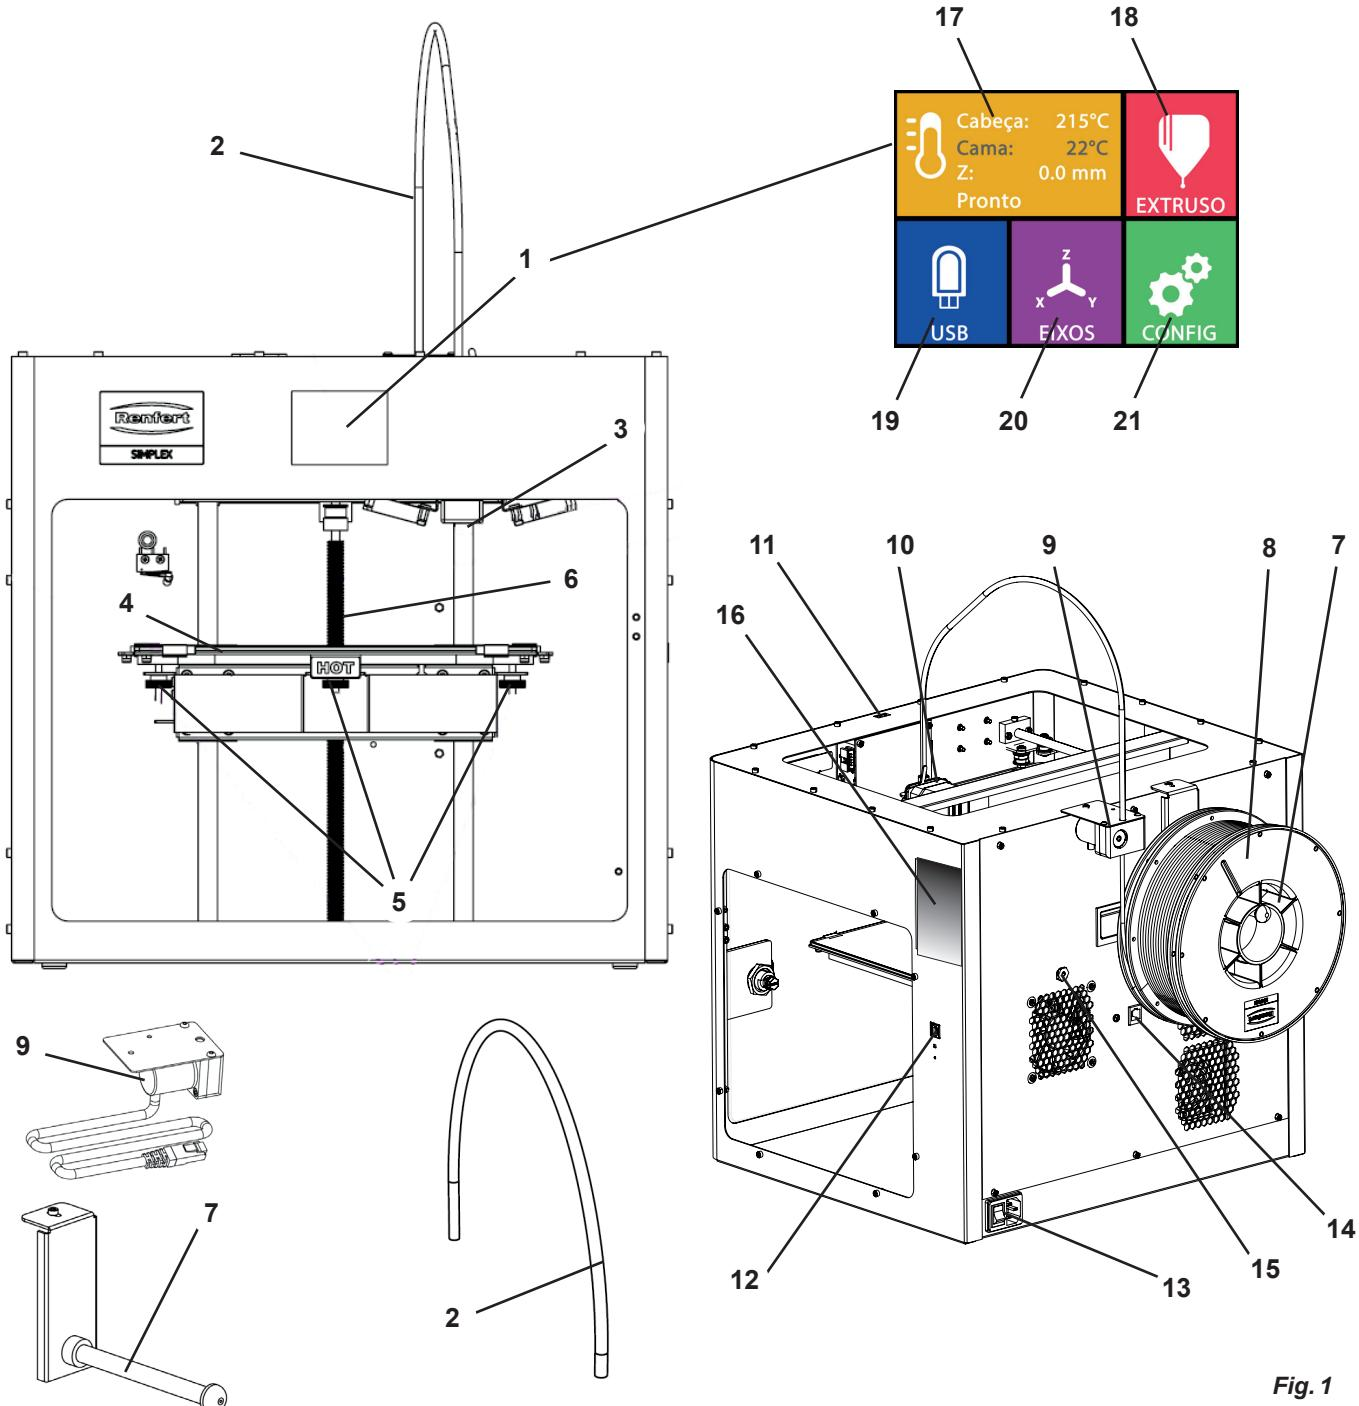

Fig. 1
- ⇒ Encaixar o cabo de rede (13) na conexão de rede no lado traseiro do equipamento.
- ⇒ Ligue o equipamento com o botão de ligar/desligar (13, Fig. 1) no lado traseiro do equipamento.